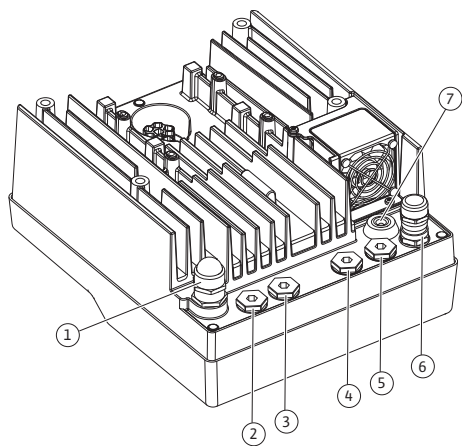

Fig. 19: Kabeļu skrūvsavienojumi/kabeļu izvadi
4. Pieslēguma kabelis jāizvada caur kabeļu skrūvsavienojumu M25 (Fig. 19, 1. poz.). Pievelciet kabeļu skrūvsavienojumu ar norādīto griezes momentu.